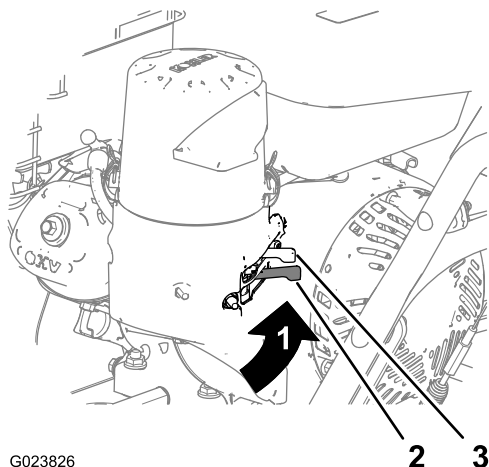

图9
将位于阻风门下方的燃油切断阀移向右侧，打开燃油（图9）。
2. 在发动机左后侧，将阻风门控制杆向左移至“打开”位置。对于热发动机，将阻风门放置于“关闭”位置（图9）。
5. 让发动机运转几分钟，然后将阻风门移至“关闭”位置（图9）。
5. 当机器几天不用，在运输途中或停放在建筑物内时，请将燃油切断阀向左移动，关闭阀门（图9）。